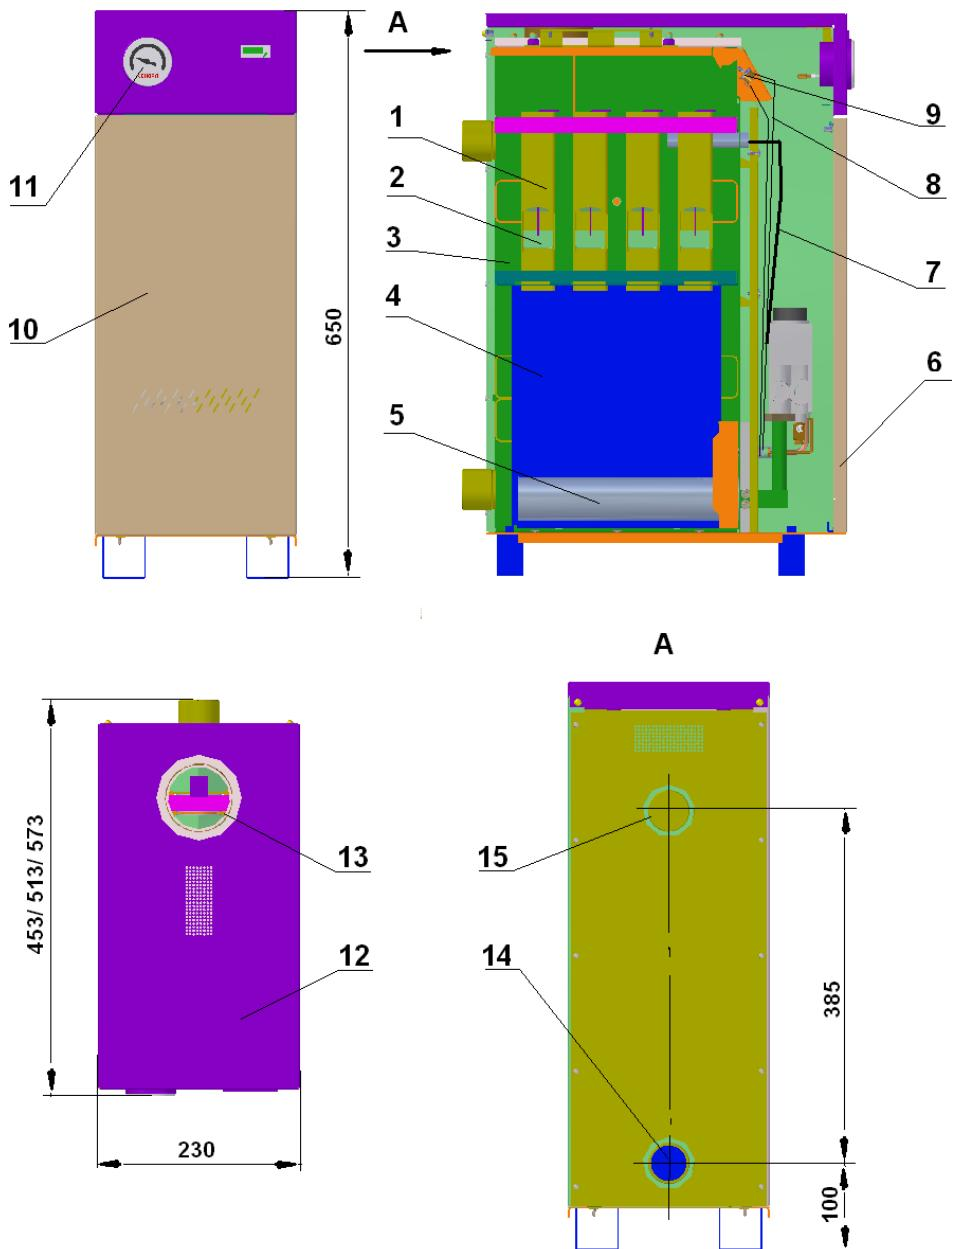

Рис.1 Котлы КС-Г-7S-Э/10S-Э/12S-Э
5.2.2 Котлы КС-Г ... (рис.1,2) состоят из прямоугольной топки 4 с дымогарными трубами 1. Вокруг дымогарных труб 1 имеется водяная рубашка 3. Через дымогарные трубы 1 дымовые газы, выходящие из топки 4, направляются к дымоходу 13. В дымогарных трубах 1 расположены турбулизаторы 2, увеличивающие отбор тепла и КПД котла.
Остальное см. рис. 1
Автоматика безопасности: датчик тяги 9 рис.1(на дымоходе котла) и термопары 4 предназначены для прекращения подачи газа к основной и к пилотной (запальной) горелке 2 при отсутствии тяги в дымоходе, прекращении подачи газа или погасании пилотной (запальной) горелки. При нагреве теплоносителя (воды) до 90 ± 5 °C автоматика безопасности отключит подачу газа на основную горелку, пилотная горелка продолжит свою работу. Как только температура теплоносителя опустится ниже своего заданного значения, подача газа на основную горелку возобновится.